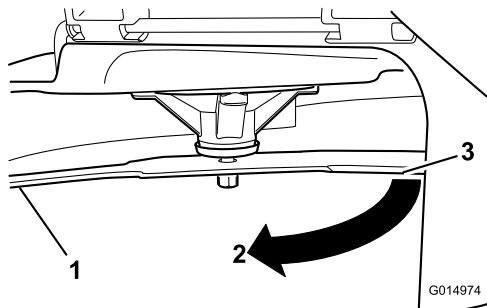

Figure 46
3. Seconde distance mesurée entre la lame et la surface (B)
4. Tournez la même lame de 180 degrés pour amener l'autre tranchant à la même position (Figure 46).